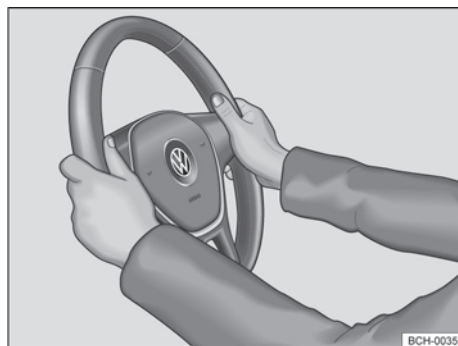

Fig. 60 En el volante: posición 9 y 3 horas.
- Ajustar la posición del volante de forma que pueda sostenerlo lateralmente por el borde exterior *en las posiciones equivalentes a las 9h y a las 3h* → **fig. 60** con ambas manos y los brazos ligeramente doblados.
- Empuje la palanca ① siempre por su mango con firmeza hacia arriba después del ajuste, para bloquear la posición del volante.
- Durante la marcha, siempre sujetar el volante con ambas manos lateralmente en el borde exterior en la *posición equivalente a las 9h y a las 3h* → fig. 60, para reducir las lesiones provocadas por un disparo del airbag frontal del conductor.